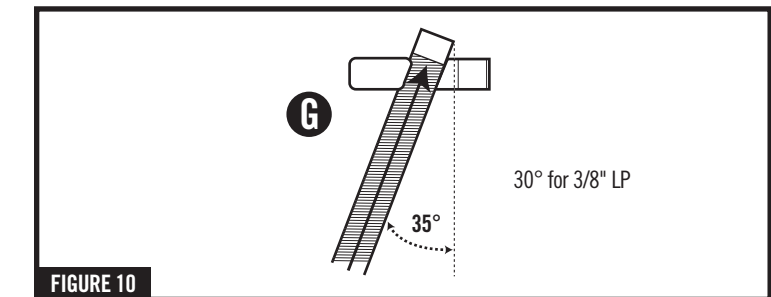
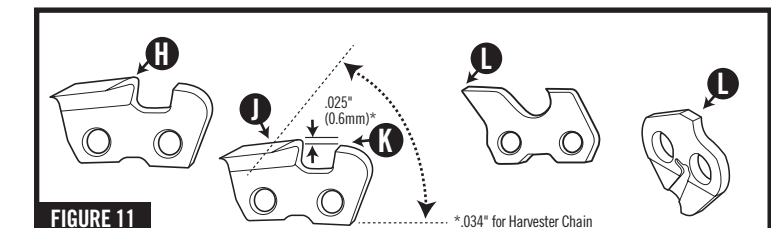

FIGURE 10
FIGURE 11
1. Using correct size round file, apply pressure horizontally into cutter filing in direction of arrow (G) (Figure 10)
2. Once cutter has been filed, the leading edge when viewed from the side should hook slightly forward (H).
3. The cutting edge at the outermost tip of the top plate should be slanted at 60°. The chain will cut best when all cutters are filed to the same length (J).
4. Lower the depth gauges with a flat file (K). Some expected filing of the rear guard link tang for cutter types S will eventually occur (L) (Figure 11).
1. A l'aide d'une lime ronde a dimension sproprie, appuyer horizontalement sur le tranchant en limant dans la direction de la fleche (G) (Figure 10).
2. Une fois les tranchants affutes, la partie avant devrait, vue de cote, etre legerement incline vers l'avant (H).
3. La face coupants des tranchants du toit etre a un angle de 60°. La longueur uniforme des tranchants a une importance capitale pour la performance de la chaîne (J).
4. Diminuer la hauteur des limiteurs de profondeur a l'aide d'une lime plate (K). Il sera eventuellement necessaire d'affuter le tenon des mailons de protection arriere pour les tranchants des types S (U) (Figure 11).
1. Usando un filo Redondo de tamaño correcto, apliqué preson horizontalmente sobre el filo de corte en direccion de la flecha (G) (Figure 10)
2. Una vez que el cortador ha sido afilado, la orilla guía cuando sea vista de un lado debe de mostrar un ligero gancho hacia-adelante (H).
3. La orilla de corte al extreme de la placa superior debe estar inclinada a 60 grados. La cadena cortara mayor cuando todos los cortadores esten afilados a la misma longitud (J).
4. Rebaje los calibres de profundidad con un filo plano (K). Algun afilado de la espiga del eslabon seguro trasero para cortadores tipo S ocurrira eventualmente (L) (Figure 11).